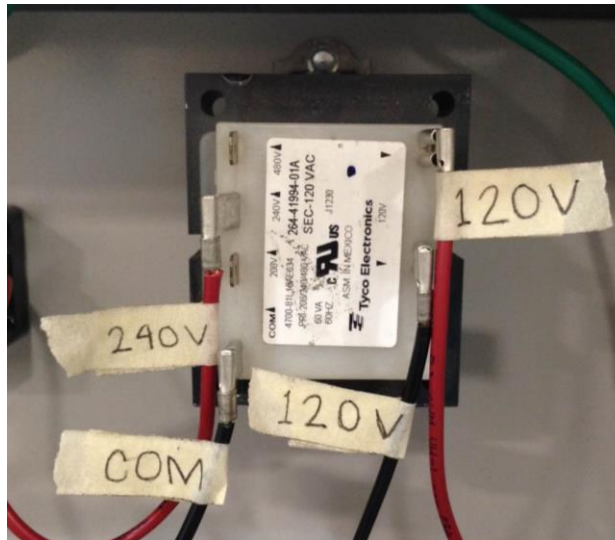

Figure 9. Connexions de transformateur étiquetées
2. À l'aide du ruban adhésif, étiqueter les 4 fils connectés au transformateur avec la connexion appropriée (voir Figure 9, qui représente une connexion 240 V (à titre d'exemple). N'oubliez pas que le fil 240 V peut être connecté à la connexion 208 V ou 480 V en fonction de la configuration initiale du chauffe-eau).